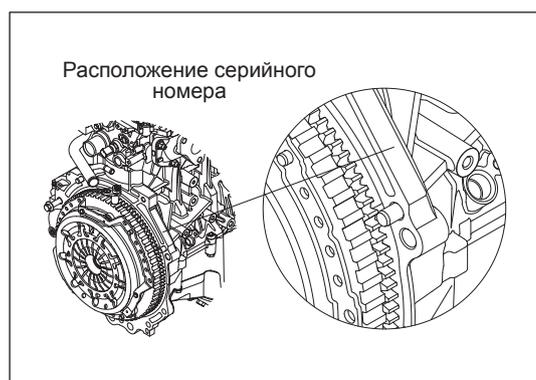

Рис. 1-2-1. Серийный номер двигателя
- (1) Серийный номер двигателя выбит на блоке цилиндров (см. рис. 1-2-1).